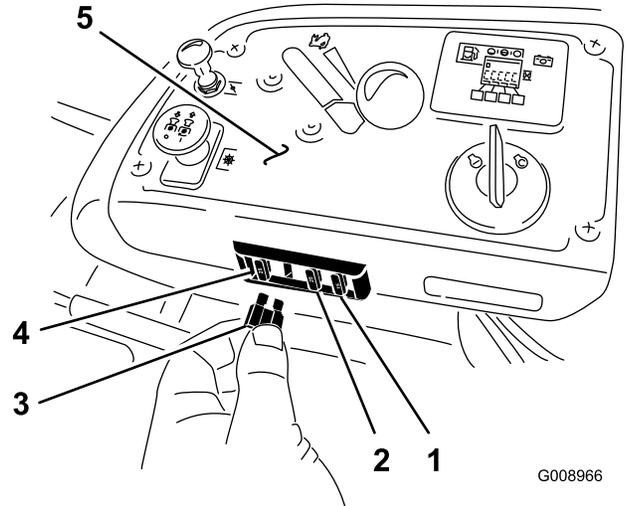

Figura 74
Los fusibles están situados en la consola, a la derecha del asiento (**Figura 74**).
2. Instale un fusible nuevo (**Figura 74**).